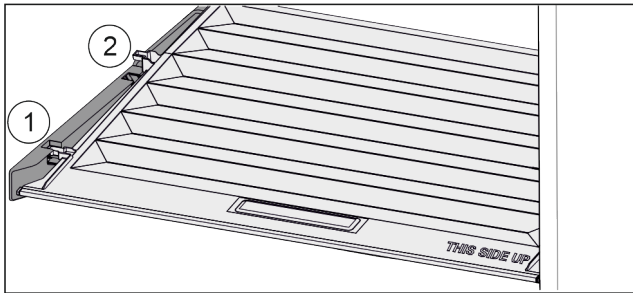

Fig. 128
- ▶ Издърпайте напред Fig. 128 (1) капака до отвора в задържащите части.
- ▶ Повдигнете го отзад отдолу и отстранете Fig. 128 (2) нагоре.